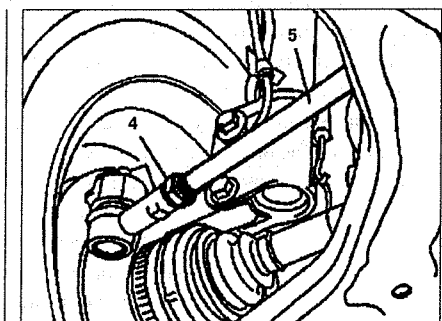

Рис. 7.25. Регулировка схождения.
4. Проверьте и отрегулируйте, если необходимо, частичное схождение. Для этого ослабьте гайку 4 на рычаге 5 и отрегулируйте частичное схождение, вращая рычаг 5 (см.рис.7.25). Защитные чехлы не должны быть перекручены.